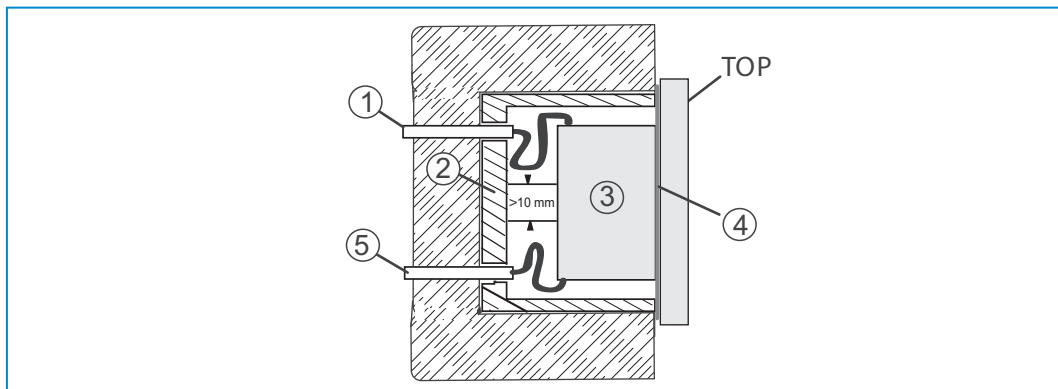

Bild 8: SELV-strömkretsar
- » Vid monteringen ska du skapa en fysisk separation (> 10 mm) mellan SELV-strömkretsen och andra strömkretsar (se Bild 8).